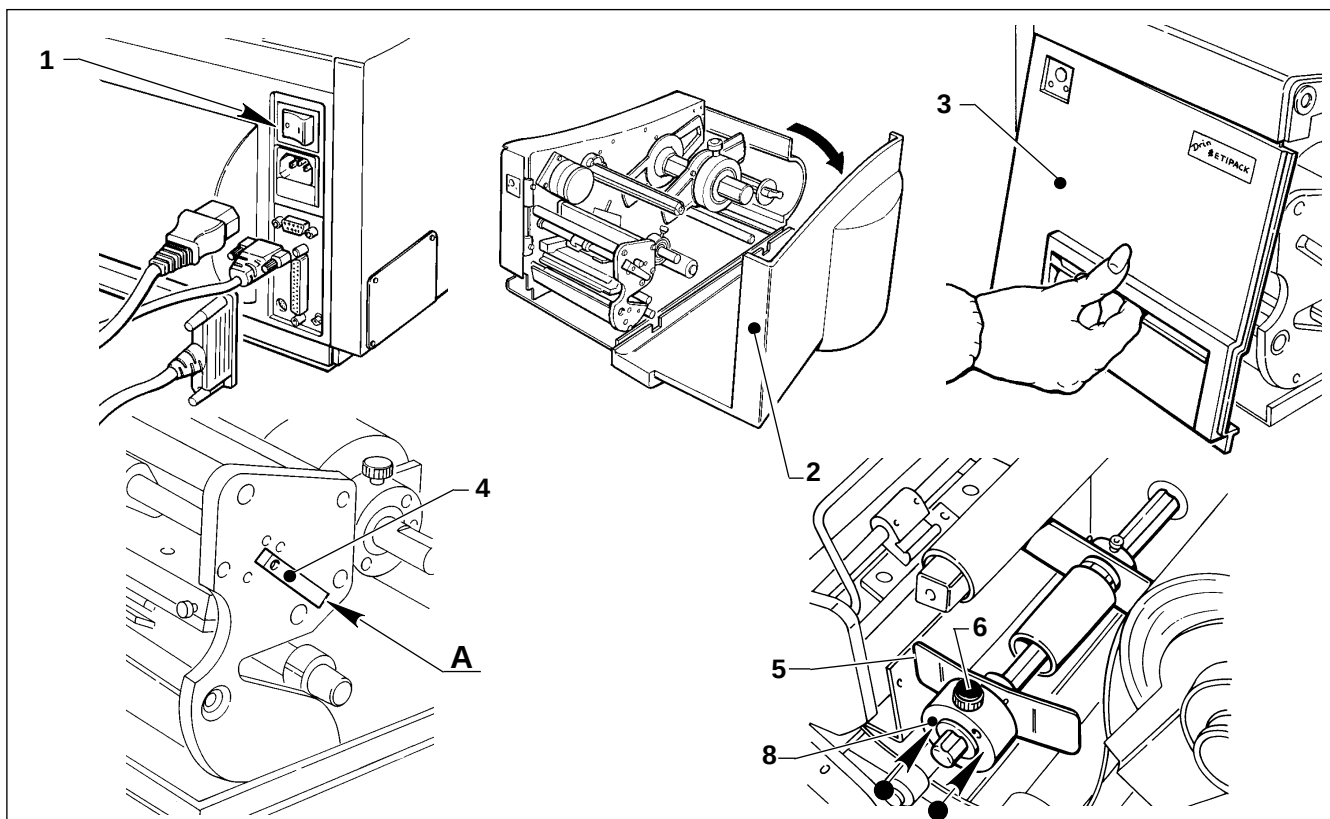
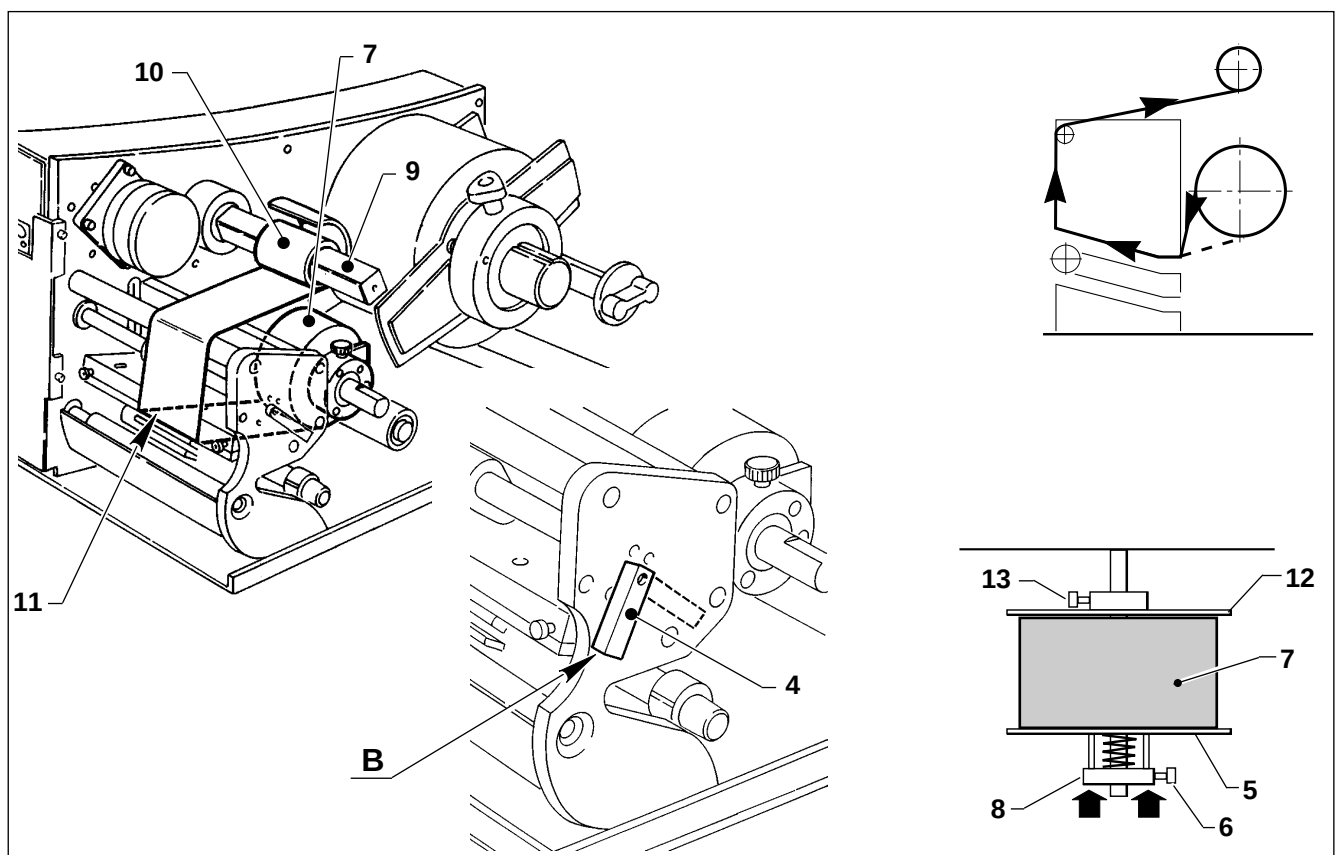

Fig. 5 INFILAGGIO FOIL
Fig. 6 INFILAGGIO E REGOLAZIONE FOIL
Prima di procedere alle operazioni di infilaggio accertarsi che l'interruttore (1 Fig. 5) sia in posizione "0" OFF.
- Aprire il carter laterale (2) e togliere lo sportello (3) di accesso testa.
- Alzare la testa di stampa ruotando la leva (4) nella posizione "A" Aperto.
- Togliere il piattello di contrasto (5) allentando il pomello (6), inserire la bobina (7) Fig.6 quindi inserire il piattello (5) di contrasto e spingere, mantenendo premuta la ghiera esterna (8) Fig.6 fino a fondo corsa, quindi bloccare il pomello (6).
- Inserire nel rullo di riavvolgimento (9) Fig.6 un tubo di cartone (10) Fig.6.
- Infilare il Foil come indicato in Fig.6, facendolo passare al disotto della testa di stampa (11) Fig.6 fino a raggiungere il rullo di riavvolgimento (9) Fig.6, fermare l'estremità del foil all'anima di cartone
Before proceeding with Foil feeding, make sure that the main switch (1 Fig. 5) is in the OFF position ("0").
2.2.a Foil feed instructions (Fig. 5/6)
- Open the lateral guard (2) and remove the printing inspection door (3)
- Lift up the printing head by turning the lever (4) to the open position ("A").
- Remove the locking plate (5) by loosening the knob (6), and load the Foil roll (7), reassemble the locking plate (5) and push it keeping the external ring nut (8) pressed until reaching the limit stop. Then, lock the knob (6) again.
- Fit a cardboard core (10) into the rewinder (9) (fig.6).
- Feed the Foil as shown in Fig. 6, by making it run underneath the printing head (11) fig. 6 until reaching the rewinder (9). Fix the Foil end to the cardboard core by means of some adhesive tape; then, turn the
- Abbassare la testa di stampa ruotando la leva (4) Fig.5 nella posizione "B" Chiuso.
2.2.b Regolazione centraggio foil (Fig. 6)
- *Lower the printing head by turning the lever (4) (fig.5) to the closed position ("B").*
2.2.b Foil centering (Fig. 6)